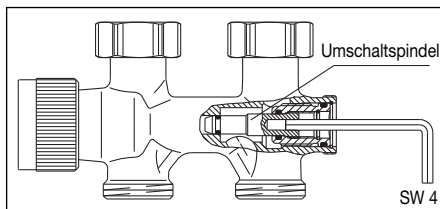

Abb. 8 Umschalten auf Einrohrbetrieb
3. Umschaltspindel (SW 4) aus der geschlossenen Stellung durch Linksdrehen (s. Abb. 8) auf den erforderlichen Heizkörperanteil gemäß Diagramm für Einrohrbetrieb einstellen (Absperrspindel in Offenstellung).